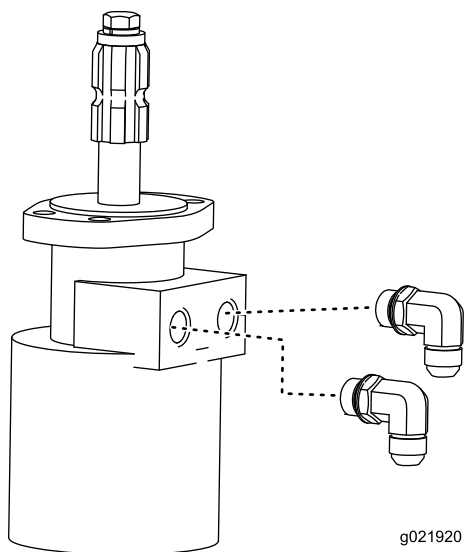

Figura 3
5. Instale 2 de los codos de 90 grados en los conectores del motor (Figura 3).